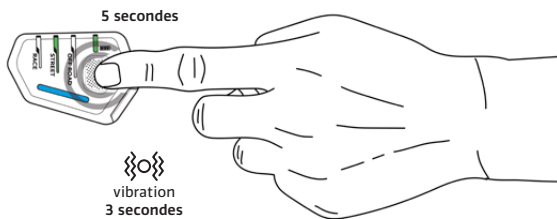

Figure 12 : Appuyez sur le bouton d'affichage (3a) pendant 5 secondes pour éteindre le système (il s'agit d'une méthode alternative pour éteindre le système).
L'utilisateur peut également éteindre manuellement le système en appuyant sur le bouton d'affichage (3a) pendant environ 5 secondes (figure 12). Une longue vibration (~3 secondes) du système sera également ressentie à proximité du zip d'activation (2), confirmant que le système n'est plus activé.